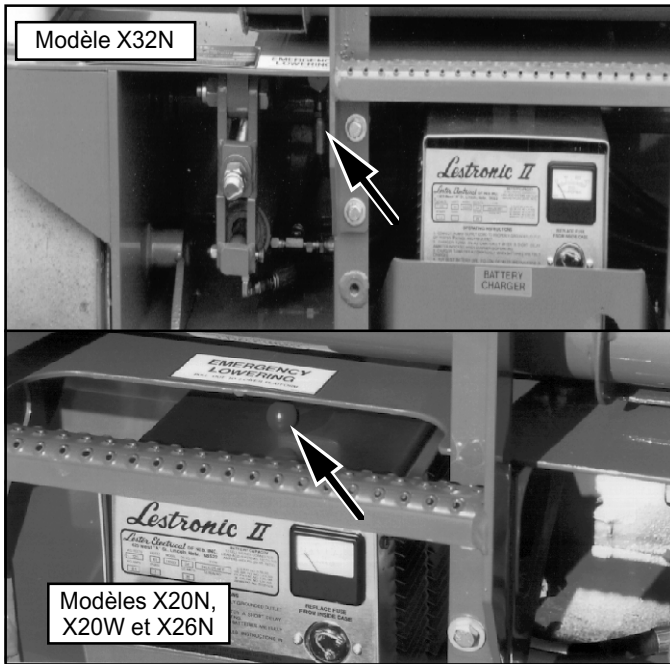

Figure 3 : Bouton de vanne d'abaissement d'urgence
15. Ouvrir la vanne d'abaissement d'urgence du châssis (Figure 3) pour vérifier son bon fonctionnement en tirant la poignée et en la maintenant sortie. Une fois la plate-forme complètement abaissée, fermer la vanne en relâchant la poignée.
Demander à une personne qui se trouve au sol d'ouvrir la vanne d'abaissement d'urgence, située à l'arrière de la machine (Figure 3).